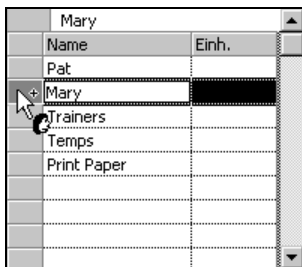

Abbildung 13.6:
4. Positionieren Sie den Mauscursor auf das graue Rechteck, das sich gleich links vom Ressourcennamen befindet. Der Mauszeiger stellt zusätzlich die RESSOURCE ZUORDNEN-Grafik dar (siehe Abbildung 13.6).